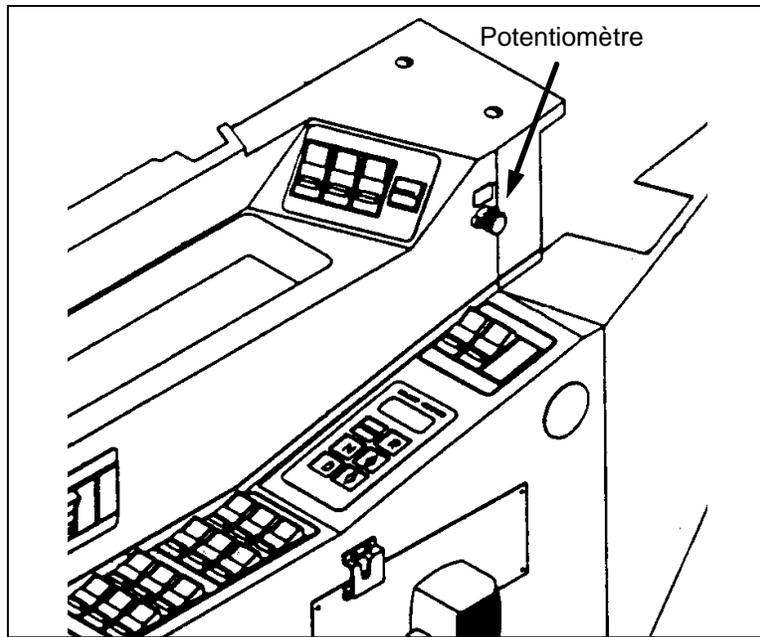

FIGURE 2: EMBLACEMENT DU POTENTIOMÈTRE SUR UN AUTOCAR 06205
1. Débrancher le connecteur C308 qui se situe dans le câblage entre la boîte de jonction (Fig. 1) et le potentiomètre (Fig. 2 et 3).